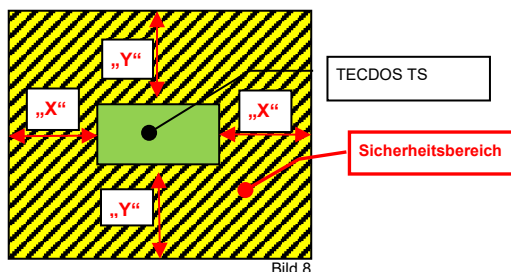

Bild 8
Im nächsten Schritt untersucht der Bediener den Bereich hinter und um den TECDOS TS und vergewissert sich, dass sich in dem Gefahrenbereich (siehe Bild 8 unter Punkt 4.2) des TECDOS TS keine weitere Person aufhält. Hat sich der Bediener davon überzeugt, dass sich keine Person in diesem Gefahrenbereich aufhält, leitet er den Öffnungsvorgang durch Drücken der Taster ein (siehe hierzu Kapitel 4.3).
Für den Einsatzort muss eine horizontale, ebene, trockene und saubere Fläche vorgesehen werden, die mindestens für eine Traglast von dem Eigengewicht des TECDOS TS einschließlich der kompletten Nutzlast geeignet und zugelassen ist. Eine ausreichende Arbeitsplatzbeleuchtung wird vorausgesetzt. Es muss in unmittelbarer Nähe des Einsatzortes eine CEE 16A 400V-50Hz Steckdose vorhanden sein. Der TECDOS TS muss vor Witterungseinflüssen durch ein Dach geschützt werden. Die Deckenhöhe sollte mindestens das drei- bis vierfache der jeweiligen Höhe der Aufspannplatten betragen. Für die Fläche um den TECDOS TS ist ein Sicherheitsbereich vorzusehen, in dem der TECDOS TS zentral in der Mitte stehen sollte, wie in Bild 8 dargestellt. In diesem Sicherheitsbereich muss während den Öffnungs-/Schließvorgängen höchste Sicherheit gewährleistet werden. Der Bediener des TECDOS TS hat darauf zu achten, dass sich zu diesem Zeitpunkt im Sicherheitsbereich außer ihm keine weiteren Personen aufhalten. In Zeiten, in denen der TECDOS TS betrieben wird, muss durch geeignete Abschränkung der Sicherheitsbereich hergestellt werden.
Bevor der Schließvorgang beginnt, vergewissert sich der Bediener, dass sich im Sicherheitsbereich des TECDOS TS keine weiteren Personen aufhalten (vergleiche Bild 8, Kapitel 4.2).
**Grundstellung offen: Vorwahl „SCHLIESSEN“**, um die bewegliche Aufspannplatte schließen zu können. Während dieser Fahrt muss sich der Bediener außerhalb des Sicherheitsbereiches (4.2 / Bild 8) befinden.